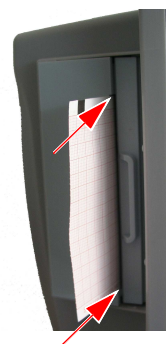

**Рис. 6.18** Закрытие лотка для бумаги
4. Верните на место лоток для бумаги, как показано на Рис. 6.18. Убедитесь, что бумага расположена между направляющими. Установка лотка должна сопровождаться характерным звуковым щелчком.